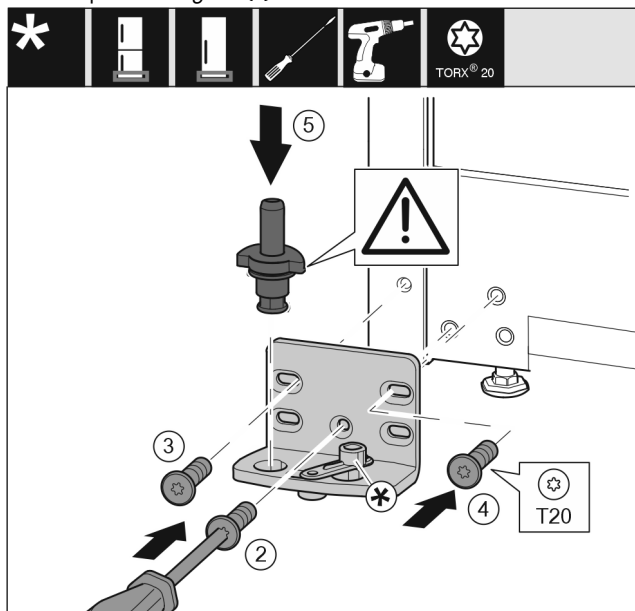

Fig. 15
- ▶ Postavite podložak ležaja na drugoj strani i zavijte pomoću odvijača T20. Započnite s vijkom 2 dolje u sredini. Fig. 15 (2)
- ▶ Pritegnite vijak 3 i 4. Fig. 15 (3,4)
- ▶ Kompletно umetnite podložak ležaja. Pri tome pazite da je ispupčenje za blokiranje okrenuto prema otraga. Fig. 15 (5)